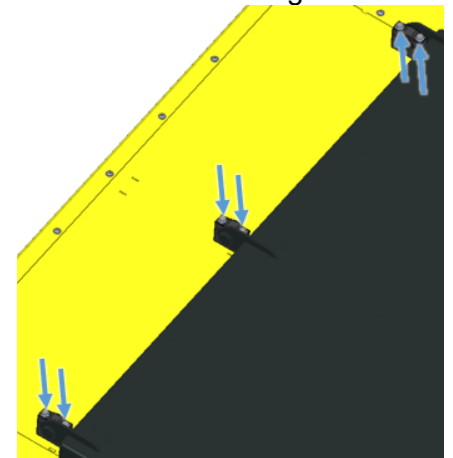

Figura 7
- Los tornillos de las tres bisagras de la tapa se abren (véase Figura 7).